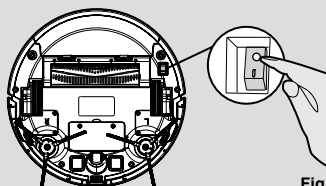

Fig. 9
Zet de vacuümrobot aan met de aan / Uit schakelaar aan de onderkant (I). **[Fig. 9]** Zet het neer voor het laadstation.
1. Druk op de AAN / UIT-schakelaar op de onderste robot. **[Fig. 9]**